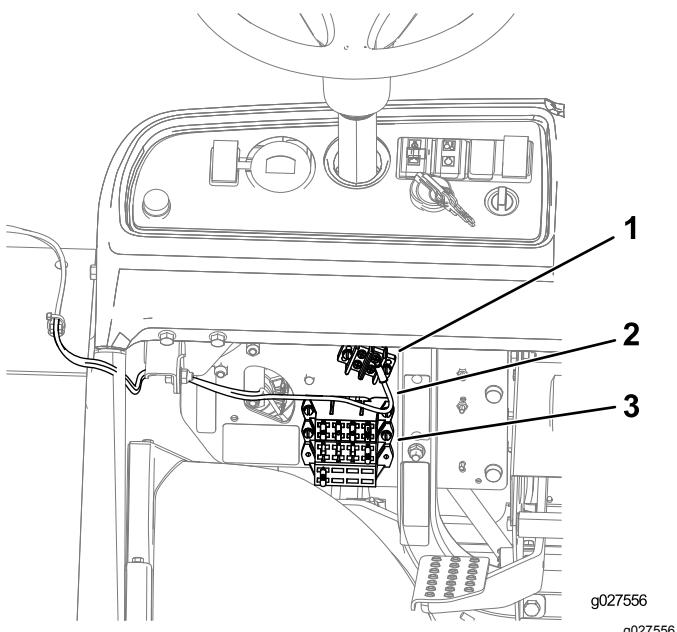

図 13
- ワークマン MD/MDX/MDXD: ハーネスのリング端子をアースブロックに接続し、ヒューズブロックのコネクタを空いているヒューズブロック用のコネクタに接続する図 13。